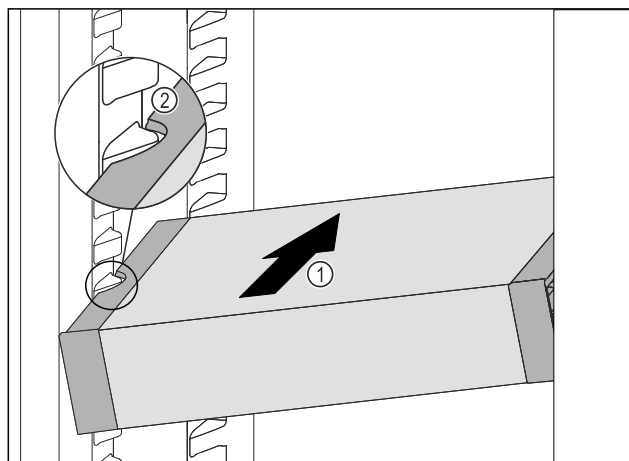

Fig. 92
- ▶ 将 VarioSafe 斜插入冷藏区中 Fig. 92 (1)，直至 VarioSafe 的侧部凹槽 Fig. 92 (2) 与冷藏区中的容器肋梁持平。